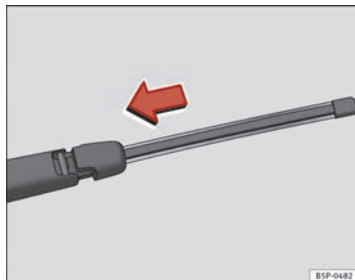

Fig. 169 Collocare la spazzola tergilunotto
- Posizionare la spazzola come indicato nella figura ⇒ fig. 169 e scorrere l'adattatore fino a quando non si incastra.